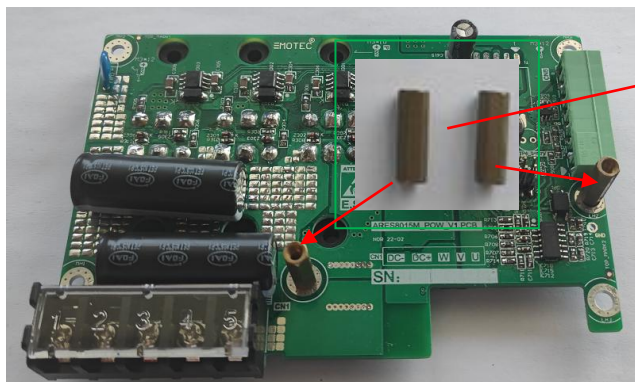
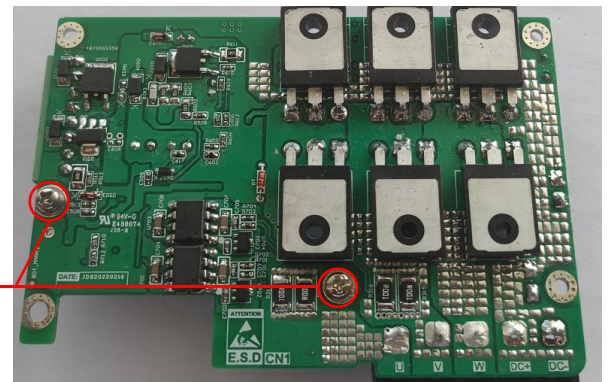

图 1
图 2
- 1、在功率板 MH4、MH6 位置，分别安装 M3X11 双通六角铜柱，反面用 M3*6 组合螺钉进行固定；位置如图 1、图 2 所示；